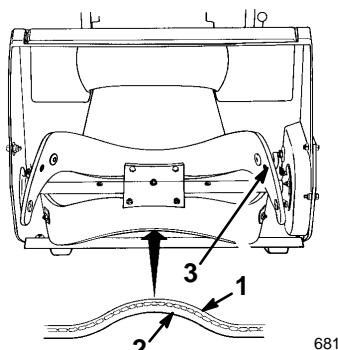

Figure 27
1. Examiner le bord d'une lame de rotor neuve pour voir la différence d'épaisseur des couches (Fig. 27). Certaines lames portent un numéro de référence du côté de la couche épaisse.
Monter les deux lames de rotor avec le côté le plus épais à l'intérieur de l'incurvation (Fig. 27), sans quoi l'ensemble sera déséquilibré et la déneigeuse progressera de manière irrégulière, par "bonds".